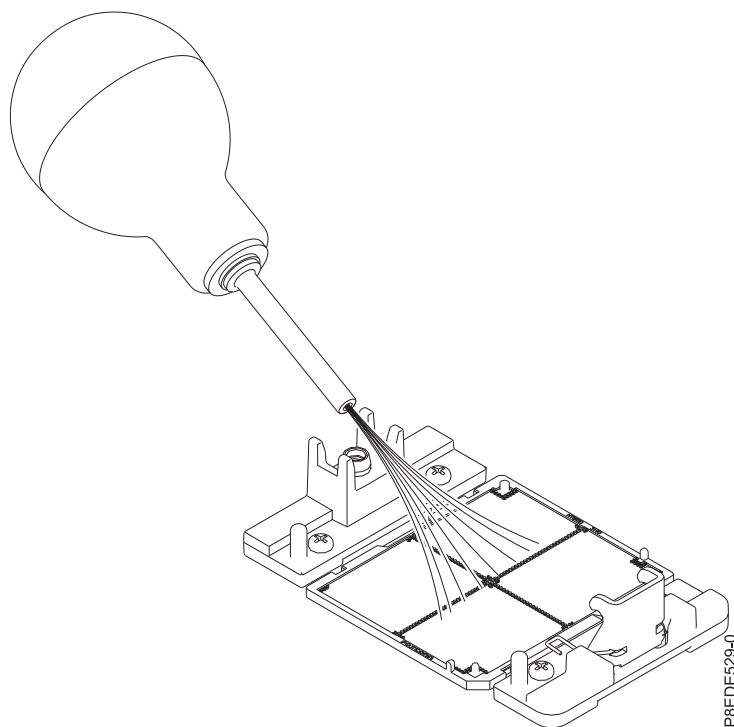

図 98. システム・プロセッサ・ソケットからほこりやごみを除去
- a. システム・プロセッサ・ソケットにほこりやごみが付着している場合は、提供されているエアポンプ (部品番号 45D2645) を使用してソケットをきれいにします。ソケットの中央から四方に向けて空気を少しずつ吹き出します (91 ページの図 98 を参照)。